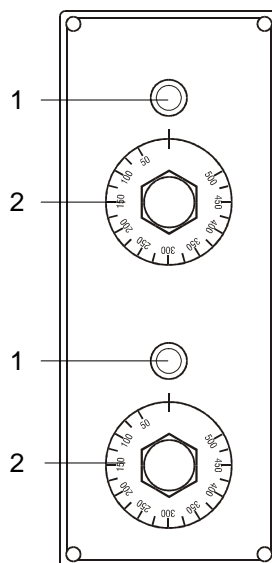

FIG.7 (Pannello comandi)
Il pannello comandi è installato nel lato anteriore del forno e si differenzia a seconda dei modelli come indicato in **FIG.7**.
LEGENDA FIG.7
3) Attivare il funzionamento delle resistenze portando i termostati (**FIG.7-Rif.2**) alla temperatura di **150 °C** indicata sulla manopola.
5) Disattivare il funzionamento delle resistenze portando i termostati (**FIG.7-Rif.2**) in **pos. "0"**;
7) Richiudere la porta e ripetere l'operazione descritta al punto **3**) portando i termostati (**FIG.7-Rif.2**) alla temperatura di **400 °C** indicata sulla manopola;
9) Disattivare il funzionamento delle resistenze portando i termostati (**FIG.7-Rif.2**) in **pos. "0"**.
3) Attivare il funzionamento delle resistenze portando i termostati (**FIG.7-Rif.2**) alla temperatura desiderata indicata sulla manopola.
1) Spegner il forno portando nella **pos."0"** i termostati (**FIG.7-Rif.2**)